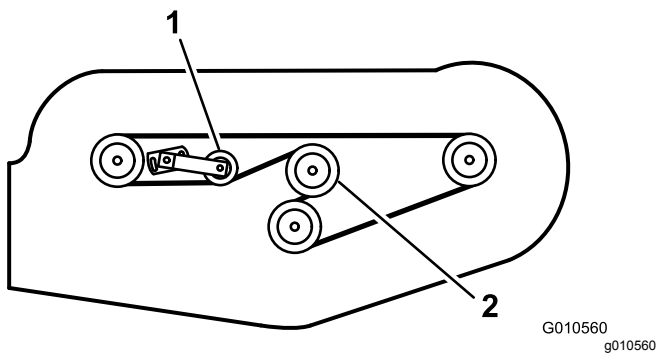

Bild 30
6. Verlegen Sie den neuen Riemen um die Riemenscheibe des Getriebes, die Spindelriemenscheiben, die starre Riemenscheibe und die verstellbare Riemenscheibe (Bild 30).